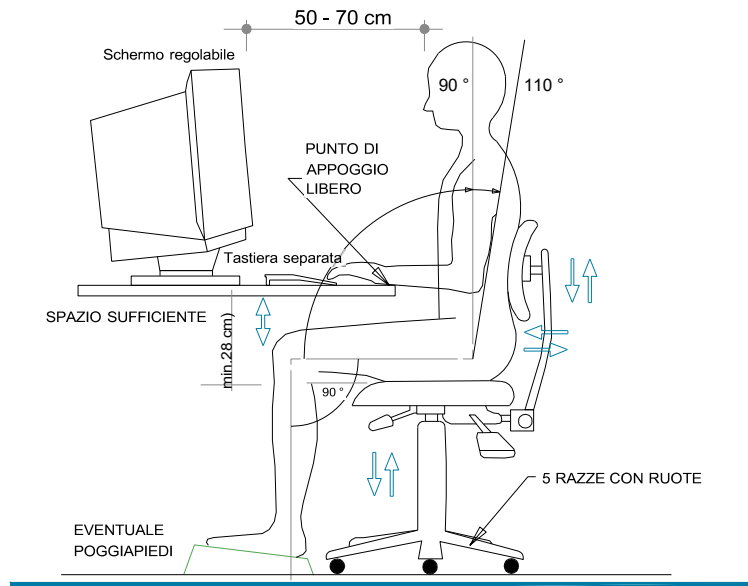

Figura 1 – POSTO DI LAVORO
Con riferimento alla figura 1, i lavoratori addetti dovranno:
- Porre il monitor a una distanza di circa 50-70 cm. dagli occhi, regolando lo stesso in modo che sia leggermente più in basso dell'altezza degli occhi (vedi figura 1).